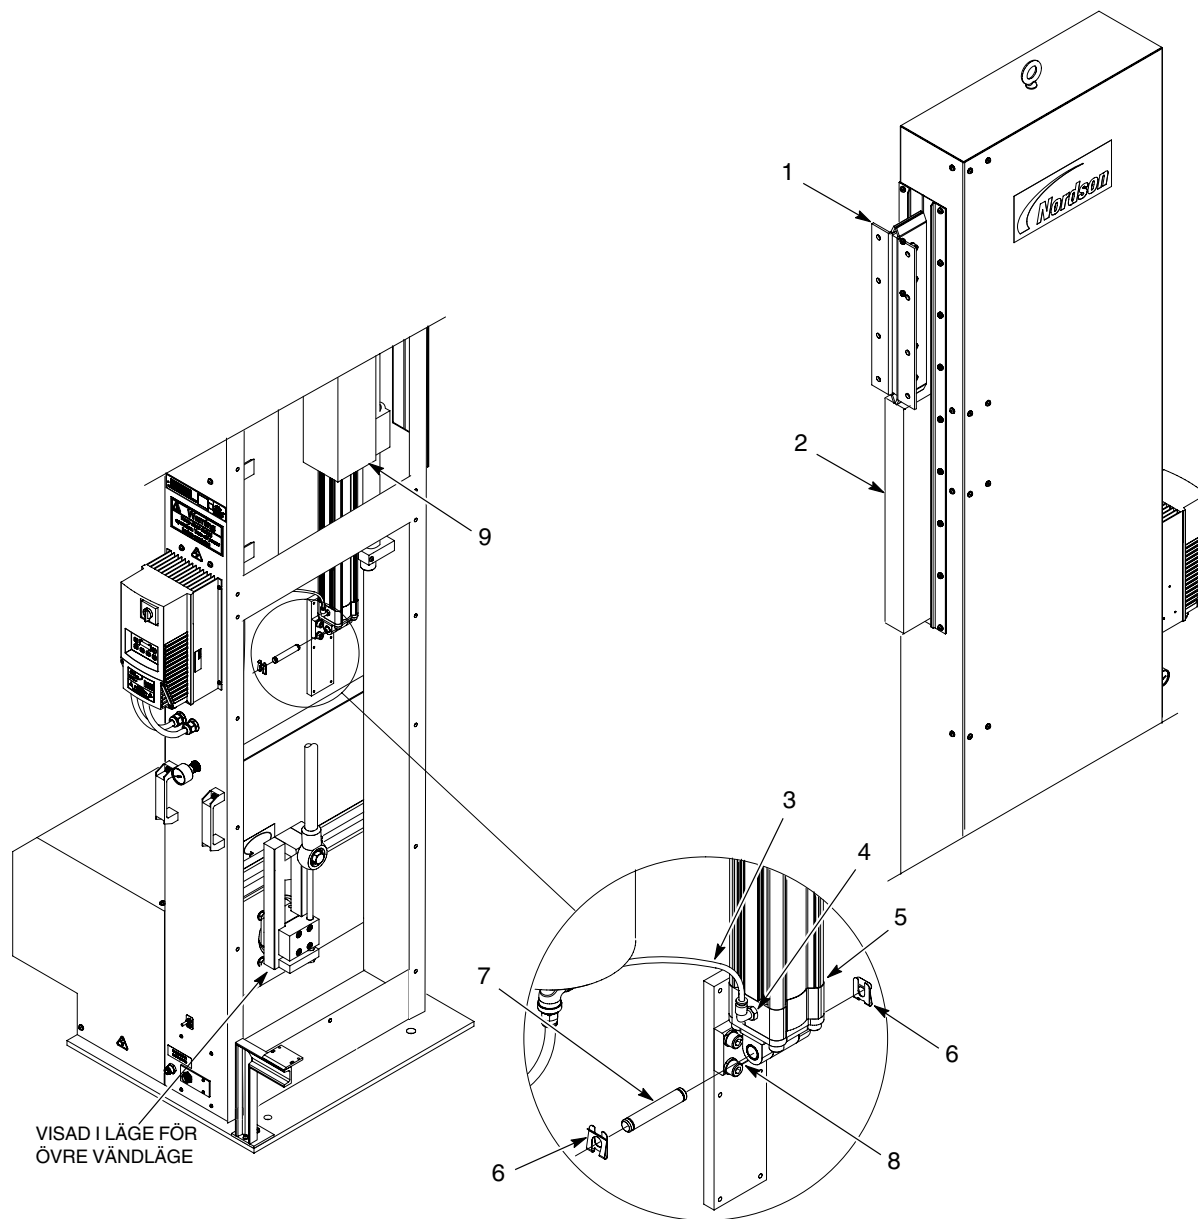
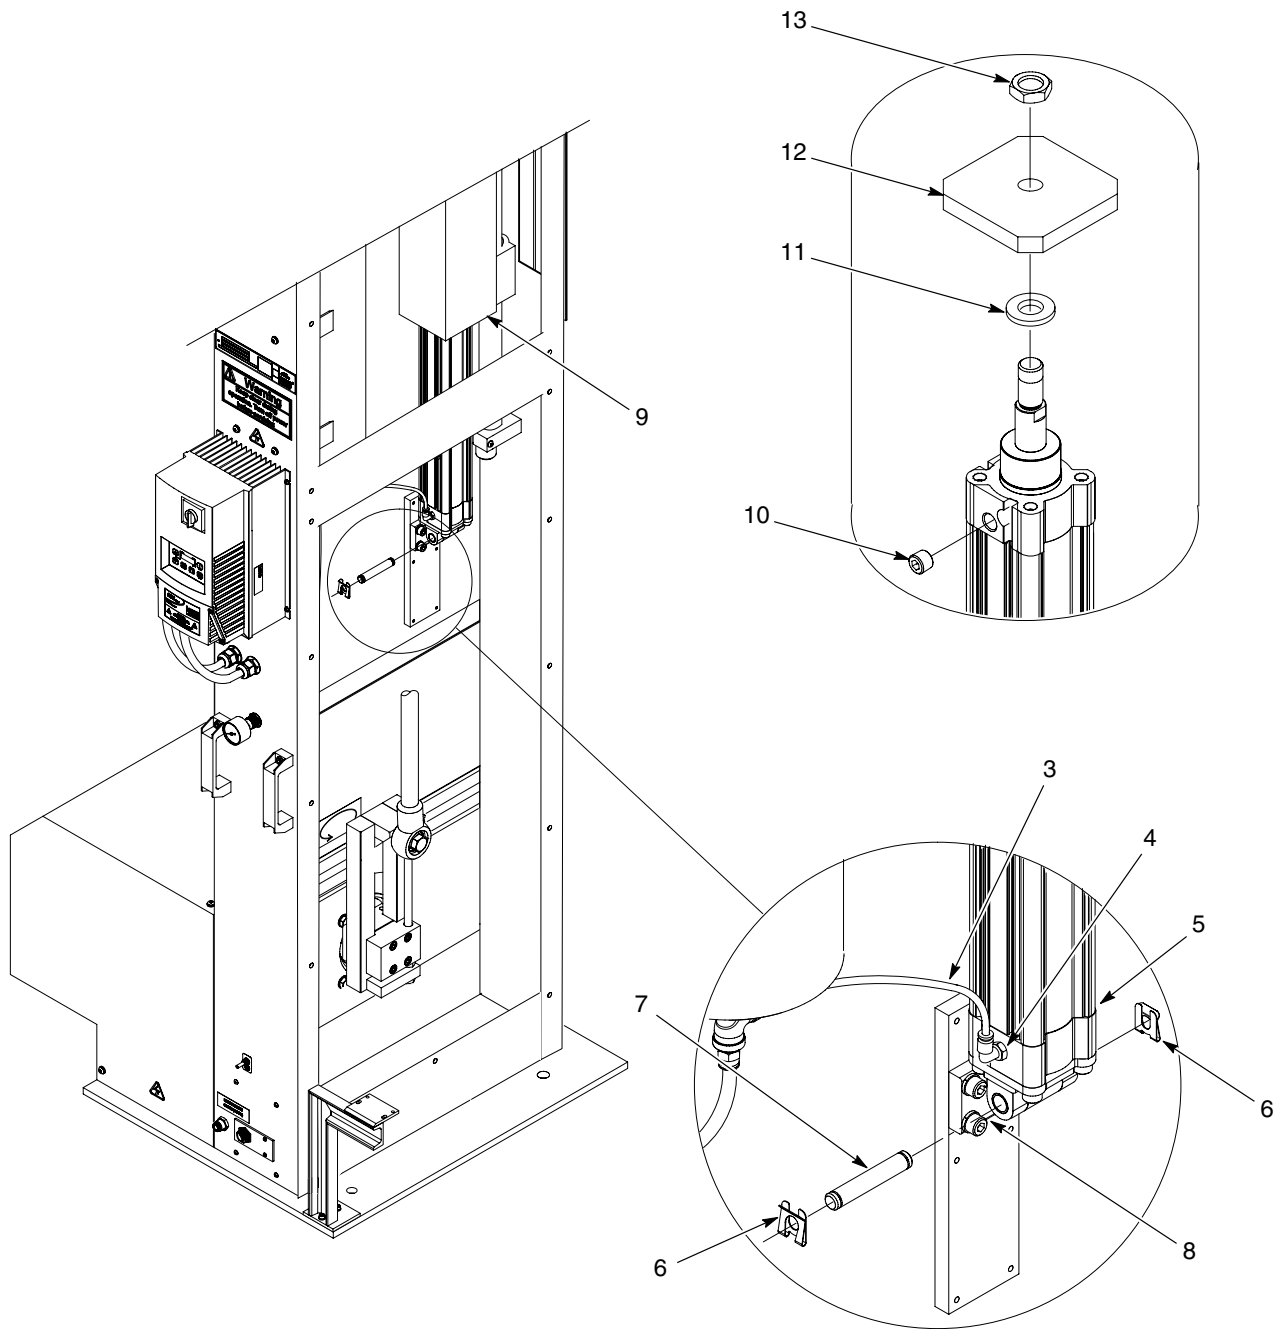

Bild 19 Montage av luftcyllindern
Bild 20 Montage av luftcylindern
1. Se bild 19. Flytta pistolvagnen (1) till det övre vändläget. Använd ett block (2) så som visas, för att hålla pistolvagnen (1) i detta läge.
2. Montera luftcyllindern i lagerdelens monteringsrör (9). Lås fast luftcyllindern med stiftet (7) och låsclipsen (6).
3. Anslut luftslangen (3) till luftcyllinderns anslutningsnippel (4).
4. Flytta pistolvagnen (1) till det nedre vändläget genom att försiktigt ta bort blocket (2). Pistolvagnen bör glida nedåt.
5. Montera pistolfästet på pistolvagnens (1) fästvinklar.
3. Se bild 20. Koppla loss luftslangen (3) från luftcylinderns anslutningsnippel (4).
4. Tag av låsclipsen (6) och stiftet (7) som fäster luftcylinderns (5) hållare (8). Tag av luftcylindern från lagerdelens monteringsrör (9).
- a. Tag av kopplingen (4), avluftningsnippeln (10), brickan (11), stödplattan (12) och låsmuttern (13) från den gamla luftcylindern.
6. Montera den nya luftcylindern (5) i lagerdelens monteringsrör (9). Lås fast luftcylindern med stiftet (7) och låsclipsen (6).
7. Anslut luftslangen (3) till luftcylinderns anslutningsnippel (4).
8. Se bild 19. Flytta pistolvagnen (1) till det nedre vändläget genom att försiktigt ta bort blocket (2). Pistolvagnen bör glida nedåt.